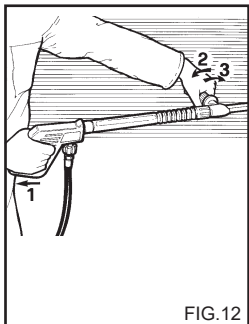
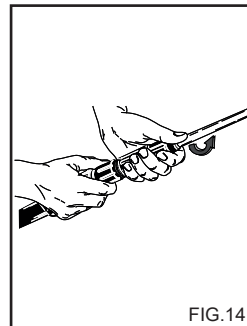

FIG.12
FIG.14
BRUKE DET DOBLE MUNNSTYKKET ELLER DET JUSTERBARE HODET (fig. 12)
2) Fjern forlengelsen fra håndtaket og sett inn dobbeltlansen eller lansen med regulerbart hode (fig.14), start høytrykksvaskeren og kommandoen for oppsuging av vaskemidlet på lansen (fig. 12, 13) og sprut på overflaten som skal vaskes nedfra og opp. La virke i noen minutter